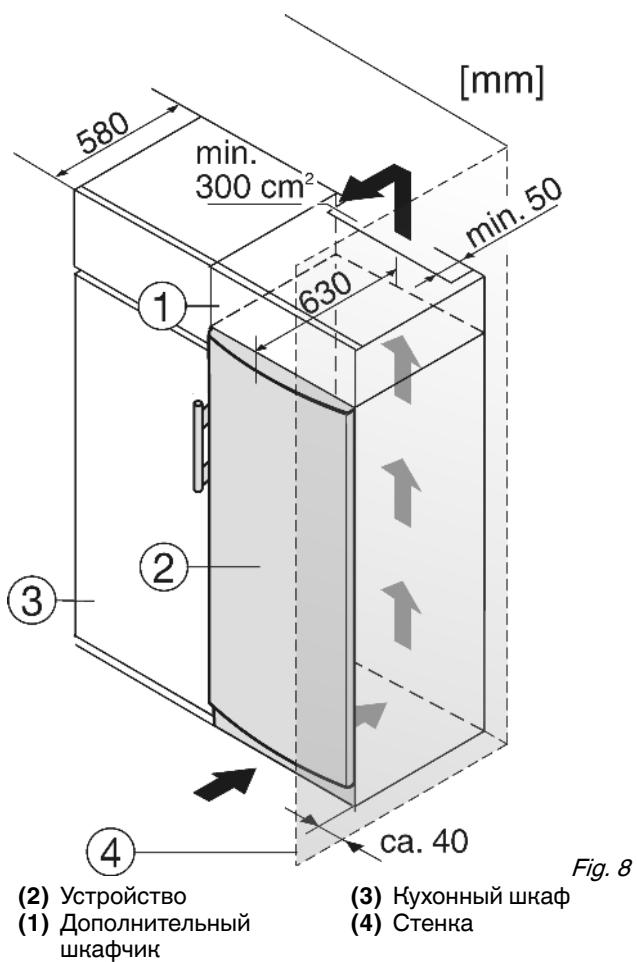

Fig. 8
- (3) Кухонный шкаф
(4) Стенка
Устройство может быть окружено кухонными шкафами. Чтобы уравнять устройство Fig. 8 (2) по высоте с кухонной стенкой, можно установить над устройством дополнительный шкафчик Fig. 8 (1).
При комбинировании с кухонными шкафами (глубина макс., 580 мм) устройство можно установить непосредственно рядом с кухонным шкафом Fig. 8 (3). Дверца устройства выступает по сторонам на 34 мм и по центру устройства на 50 мм относительно передней стенки кухонного шкафа. Поэтому ее можно свободно открывать и закрывать.
Если устройство установлено на шарнирах у стены Fig. 8 (4), то расстояние между устройством и стеной должно быть не менее 40 мм. Настолько выступает ручка при открытой дверце.